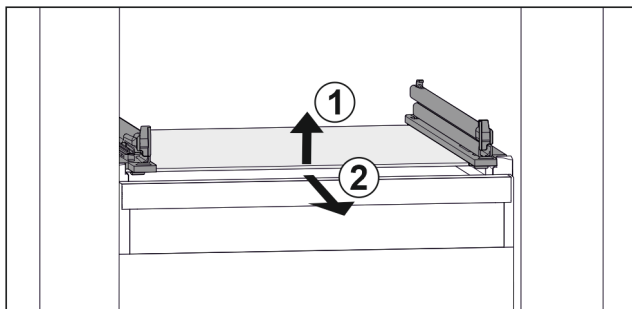

Fig. 137 Eksempel på fremstilling av glassplaten
- ▶ Løft opp glassplaten foran. Fig. 137 (1)
- ▶ Ta ut glassplaten fremover. Fig. 137 (2)